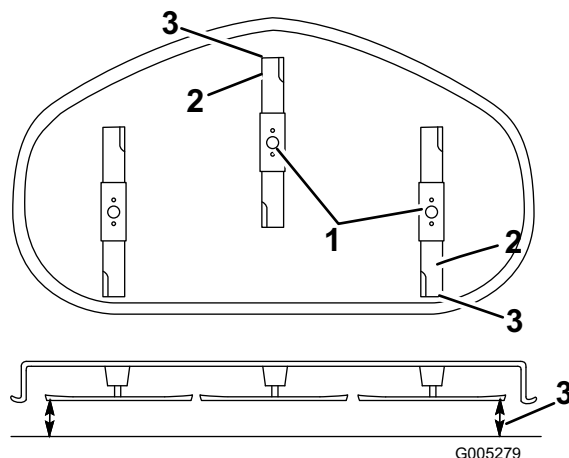

Figure 40
5. Réglez la hauteur de coupe à la position **3** [76 mm] et tournez les lames avec précaution dans le sens longitudinal (Figure 40).
6. Mesurez la distance entre la pointe de la lame avant et la pointe de la lame arrière par rapport à la surface plane (Figure 40). Si la pointe avant de la lame n'est pas de 1,6 à 7,9 mm (1/16-5/16 pouce) plus basse que la pointe arrière, réglez le contre-écrou avant.
9. Une fois le réglage effectué, vérifiez à nouveau l'inclinaison avant/arrière des lames. Poursuivez le réglage de l'écrou jusqu'à ce que la pointe avant de lame soit de 1,6 à 7,9 mm (1/16-5/16 pouce) plus bas que la pointe arrière (Figure 40).